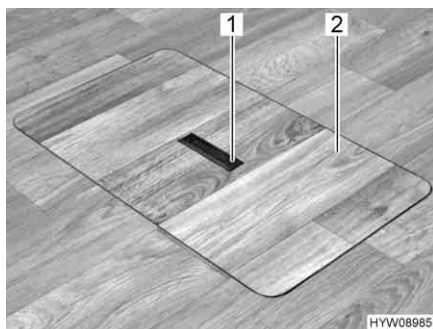
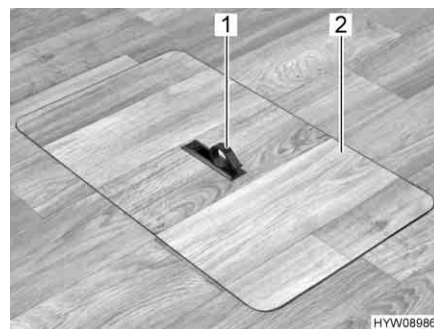

Fig. 37 Copertura vano pavimento (maniglia abbassata)
Fig. 38 Copertura vano pavimento (maniglia estratta)
- Spingere la piastra di presa (Fig. 37,1) verso il basso da un lato. La maniglia (Fig. 38,1) viene ruotata verso l'alto.
- Alzare la copertura (Fig. 38,2).
- Collocare la copertura (Fig. 38,2) nell'intelaiatura presente sul fondo.